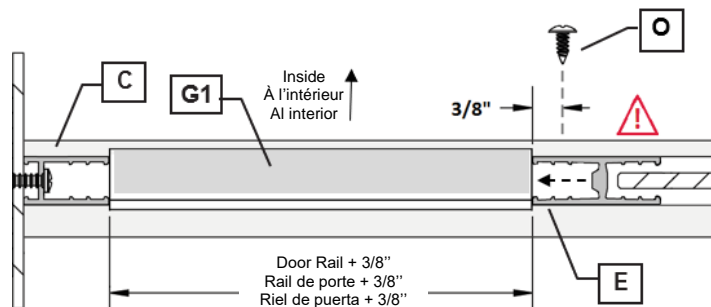

Fig 9a
1. Push the **Inline Post (E)** tight against the **Dam Sill (G1)** and **Header Steam Seal (G2)**. The door opening must measure 3/8" larger than the Door's top and bottom Rails. (**Fig 9a**)
1. Poussez fermement le **poteau en ligne (E)** contre le **seuil du barrage (G1)** et le **joint de vapeur du rail (G2)**. L'ouverture de la porte doit mesurer 3/8 po de plus que les rails supérieur et inférieur de la porte. (**Fig. 9a**)